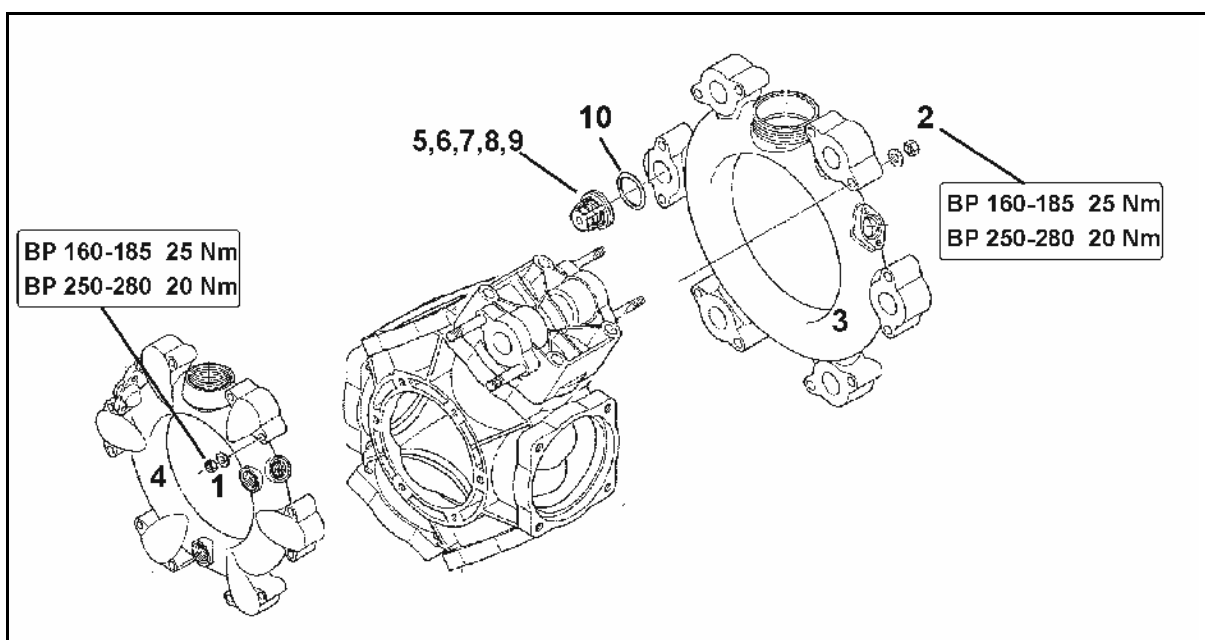
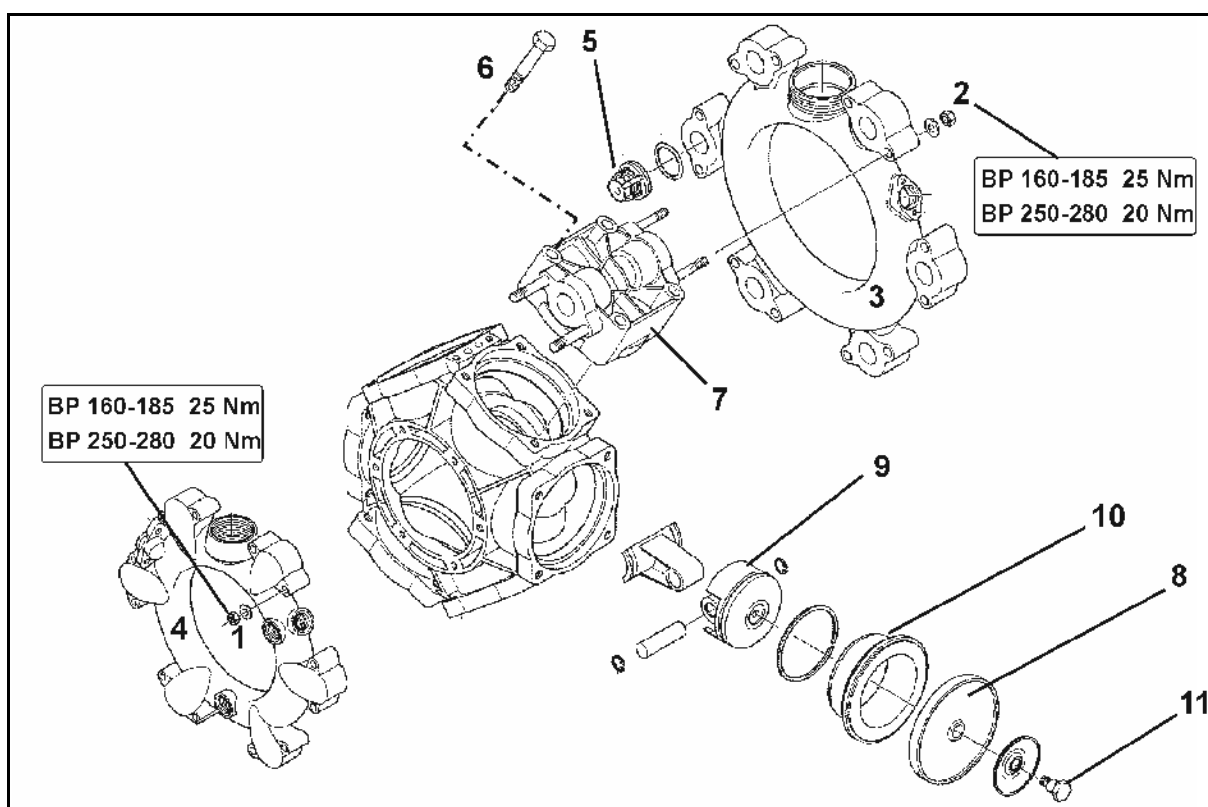

Fig. 142
Fig. 143
- Prestar atención a la posición de montaje que ocupan las válvulas en el lado de aspiración y en el de presión, antes de extraer los grupos de válvulas (5).
- En el ensamblaje, asegurarse de no dañar la guía de la válvula (Fig. 142/9). Los daños pueden provocar bloqueos en las válvulas.
- Es imprescindible apretar las tuercas (Fig. 142/1,2) en cruz y con el par de apriete indicado. Si los tornillos no se aprietan como es debido, se produce una deformación y, en consecuencia, una falta de estanqueidad.
4. Extraer los grupos de válvulas (Fig. 142/5).
5. Comprobar si hay daños o signos de desgaste en el asiento de la válvula (6), la válvula (Fig. 142/7), el muelle de la válvula (Fig. 142/8) y la guía de la válvula (9).
6. Retirar la junta tórica (10).
8. Montar los grupos de válvulas (5), tras haber concluido la comprobación y la limpieza.
9. Colocar juntas tóricas nuevas (10).
10. Embridar el canal de aspiración (3) y el de presión (4) en la carcasa de la bomba.
- Desmontar, como mínimo, una vez al año la membrana de pistón (8) para comprobar que se encuentra en buen estado.
- Prestar atención a la posición de montaje que ocupan las válvulas en el lado de aspiración y en el de presión, antes de extraer los grupos de válvulas (Fig. 143/5).
- Cambiar siempre todas las membranas de pistón (Fig. 143/8), aunque sólo una de ellas esté hinchada, rota o sea porosa.